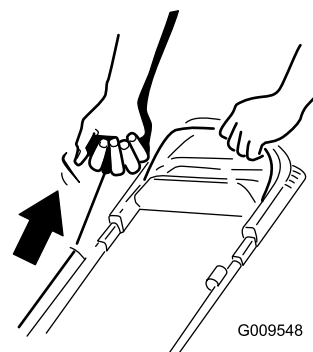

Figura 20
2. Tirate l'avviatore autoavvolgente (Figura 20).
Nota: Quando utilizzate l'avviatore autoavvolgente, tiratelo leggermente fino ad avvertire una certa resistenza, poi date uno strappo (Figura 20). Lasciate che il cordino si riavvolga nell'avviatore lentamente.